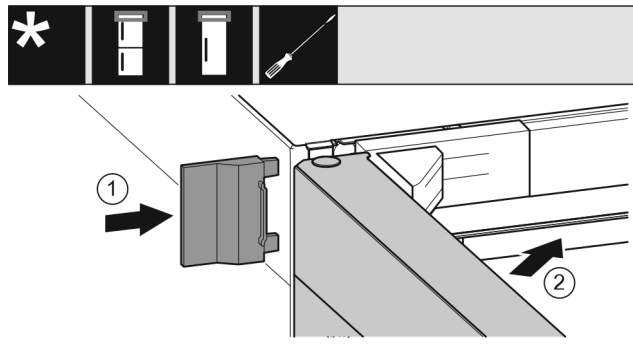

Fig. 23
- ▶ Užstumkite išorinę dengiamąją plokštelę. Fig. 23 (1)
- ▶ Uždarykite viršutines duris. Fig. 23 (2)